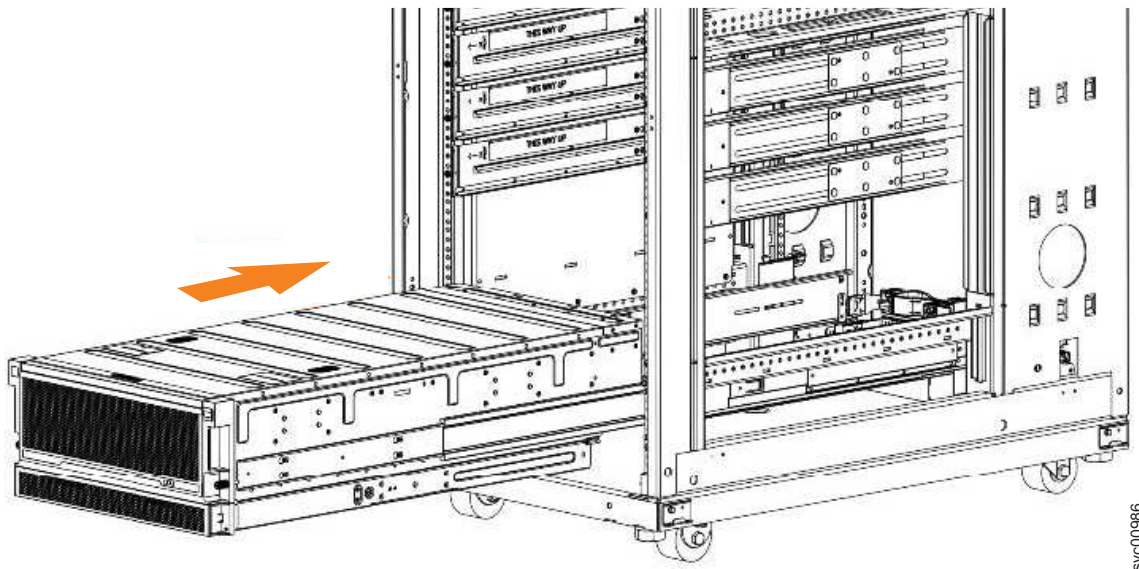

Figura 60. Exemplo de instalação do gabinete no rack
- Instale o gabinete de expansão na posição mais baixa no rack. A Figura 60 mostra um exemplo.